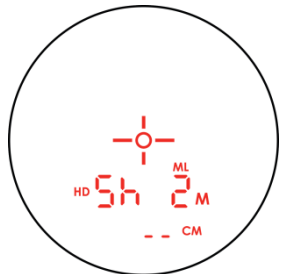

Abbildung 32
4. Auf der Hauptanzeige werden Sie nun zur zweiten Messung aufgefordert; die Anzeige sollte so ähnlich wie in Abbildung 32 aussehen. Blicken Sie durch das Okular und visieren Sie das zweite Ziel mit dem Fadenkreuz an. Halten Sie  gedrückt und der Laser-Indikator  wird angezeigt, solange der Laser aktiv ist. Der Laser bleibt während der Zieldatenerfassung max. 10 Sekunden aktiv.